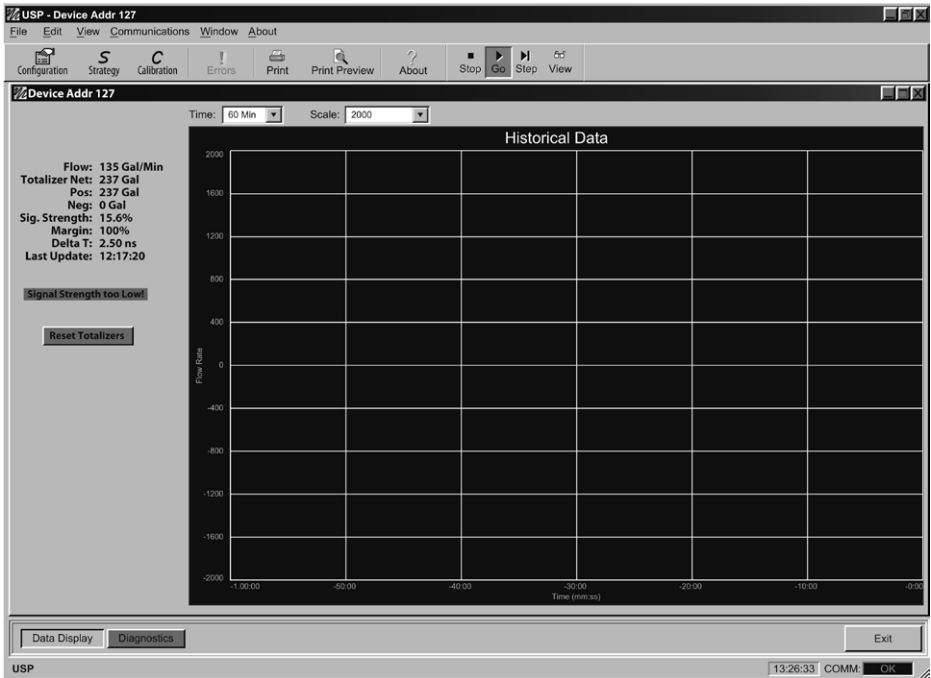

Fig. 39 - Visualizzazione della schermata dati
- 2) Fare doppio clic sull'icona USP. La prima schermata è la modalità "RUN" (vedere Fig. 39), che contiene le informazioni in tempo reale riguardanti la portata istantanea, la totale, l'intensità del segnale, lo status delle comunicazioni e il numero di serie del misuratore di portata. L'indicatore COMM presente nell'angolo in basso a destra indica che la connessione seriale è attiva. Se la finestra COMM box contiene un segnale d'errore evidenziato in rosso (ERROR), cliccare sul collegamento ipertestuale delle comunicazioni "Communications" presente sulla barra del Menu, quindi selezionare "Initialize". Scegliere la porta appropriata di comunicazione "COM" e la porta tipo RS232 / USB Com.